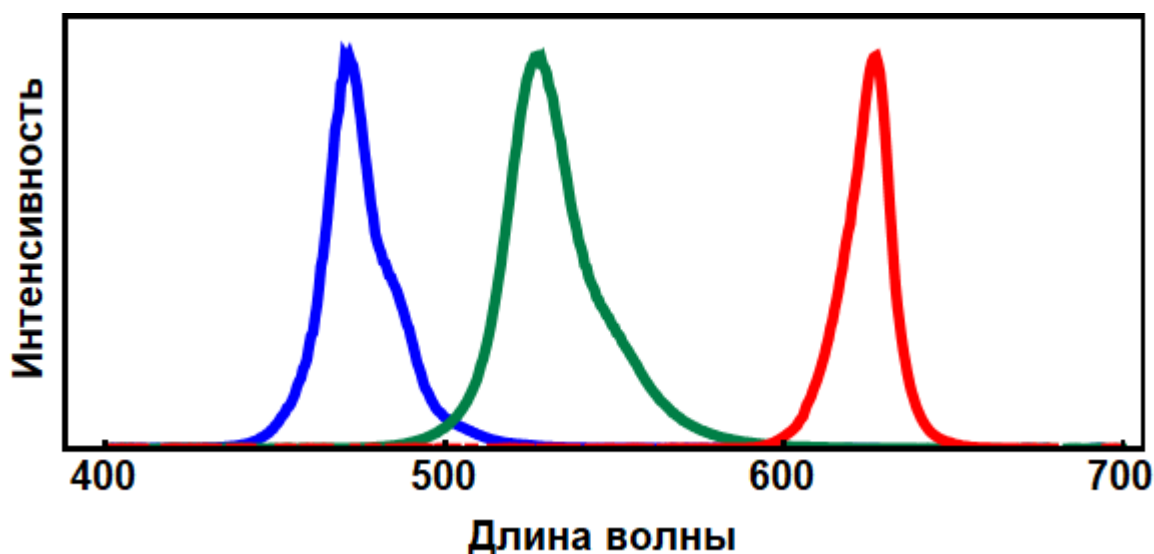

Fig. 5.
Общий смысл процедуры калибровки следующий: установить лампу и датчик в рабочее положение, заменить лампу на светодиод и зафиксировать, где находится первый дифракционный порядок излучения светодиода. Таким образом, некоторому пикселю можно будет поставить в соответствие определенную длину волны. Порядок действий при калибровке: установите и включите лампу (8), расположите датчик в первый дифракционный порядок; на экране (3) также должен быть виден нулевой максимум; наклейте малярный скотч (21) на нулевой максимум и отметьте его положение, это будет важно для дальнейшей процедуры калибровки; отключите и снимите лампу, установите вместо нее держатель со светодиодом (7) (светодиод относительно стойки расположен так же как и нить накаливания лампы); на источнике напряжения (18) выкрутите ручки регулировки тока и напряжения в 0; подключите светодиод (7) к блоку питания: красный штекер в «+», любой из черных – в «-» (в одном корпусе светодиода расположены три излучающих элемента); подайте на светодиод напряжение 3-4 В, он должен загореться (не превышайте напряжение на светодиоде в 4.5 В, сгоревшие светодиоды не заменяются); отрегулируйте положение светодиода по высоте и по углу поворота так, чтобы нулевой максимум совпал с отметкой на малярном скотче, соответствующей нулевому максимуму от лампы; на датчике (16) должно быть видно пятно первого дифракционного порядка; в программе, запущенной на компьютере (17), нажмите кнопку «Получить данные»; вы должны увидеть спектр излучения светодиода, похожий на тот, что приведен на рис. 5; если сигнал слишком слабый, увеличьте напряжение на светодиоде (не превышая 4.5 В) или увеличьте чувствительность в программе; если сигнал слишком сильный (зашкаливает), уменьшите напряжение на светодиоде или уменьшите чувствительность в программе; определите положение максимума (в пикселях) и запишите это число, рядом укажите длину волны соответствующего светодиода (рис. 5); не меняя положения оборудования, переключите светодиод на другой цвет (замените черный штекер на другой), определите положение максимума; излучение разных цветов в светодиоде генерируется немного в разных по высоте местах, и первый дифракционный порядок может немного смещаться, это нормально, можно не смещать датчик, если хотя бы часть каждого цветного пятна попадает на него; повторите процедуру для третьего светодиода; в соответствующих полях в программе можно ввести пары «номер пикселя-длина волны», и график автоматически будет перестроен в координатах «интенсивность (длина волны)»; можно вернуть на место лампу, проверив ее установку по нулевому максимуму.